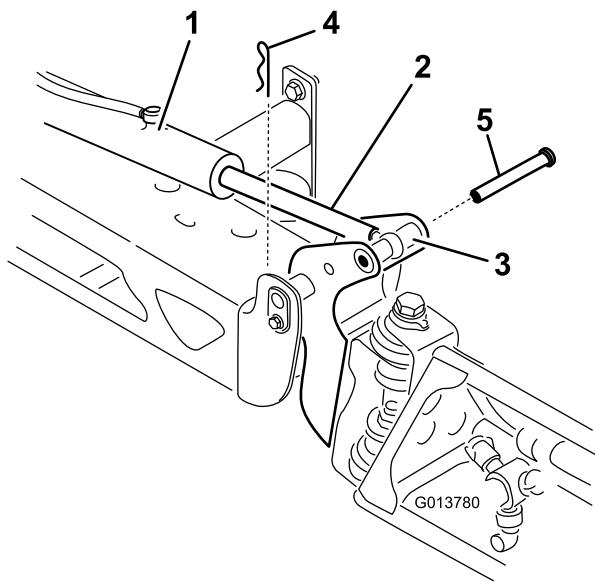

图 103
2. 从枢轴销图 103上拆下开口销。
3. 向上提起喷洒臂拆下柱销 图 103 然后将喷洒臂慢慢放到地面上。
9. 支撑住喷洒臂将柱销插入喷洒臂枢轴和提升器杆 图 103。